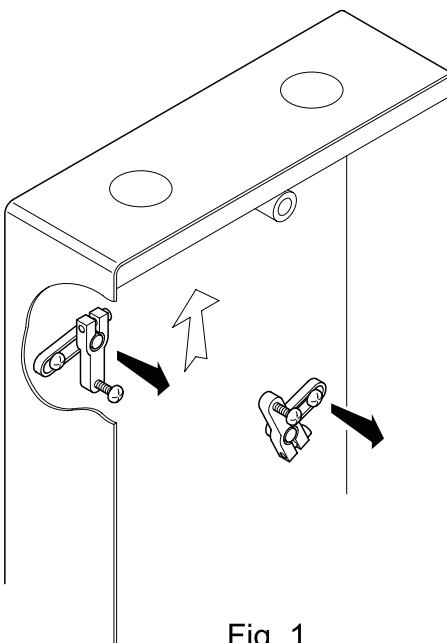

Fig. 1
rimuovere, se presenti, le staffe di fissaggio dal fondo della pulsantiera (fig. 1)
1. Après avoir muré la boîte d'encastrement enlever, si présentes, les brides de fixation du fond de la plaque (fig. 1)
1. Nach dem UP-Gehäuse gemauert ist, entfernen, wenn sie da sind, die Befestigungsbügeln vom Boden der Tasterplatte (Bild 1)